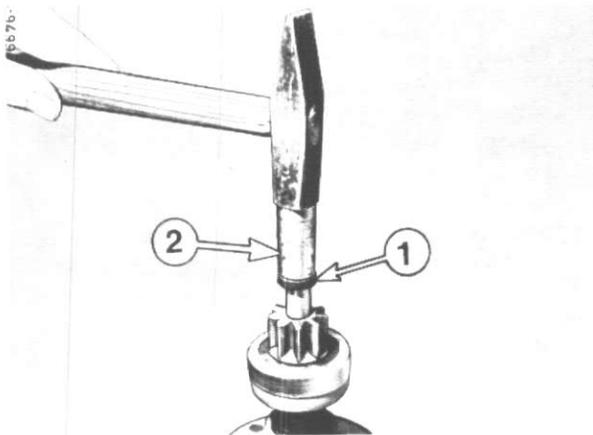

Figure 40
Démontez la butée du pignon (1), fig. 40 à l'aide d'une clé à douille (2).